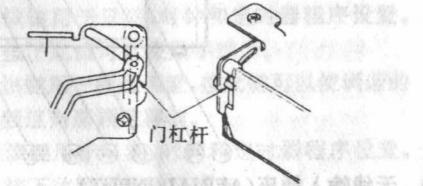

图 1-3-4 门的更换(3)
- 稍稍向前弯曲门,并将门的左边的轴插入到导板托架上。在这种情况下确认门的杠杆的位置如图 1-3-4 所示。